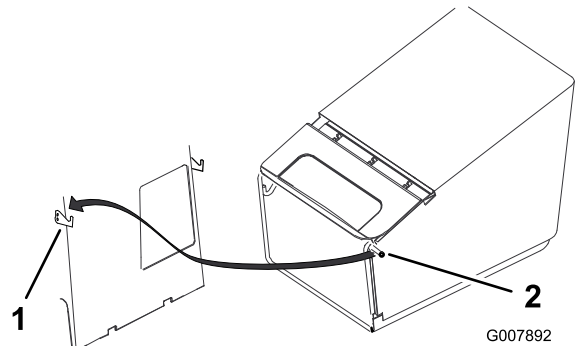

Bild 18
3. Hängen Sie die Fangkorbrahmenstifte in die Haken ein, siehe Bild 18.